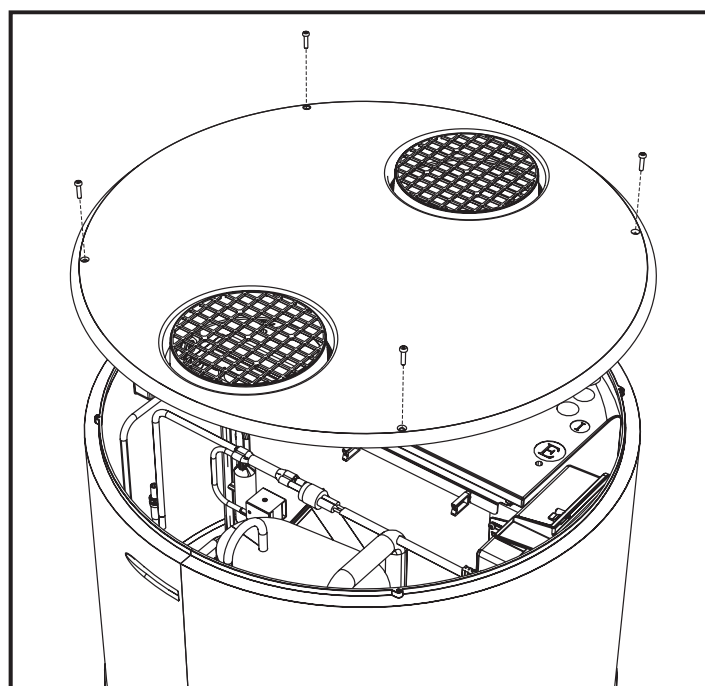

fig. 45 - Retrait du capot supérieur
- Retirez le capot supérieur en dévissant d'abord les vis de verrouillage spécifiques (fig. 45).